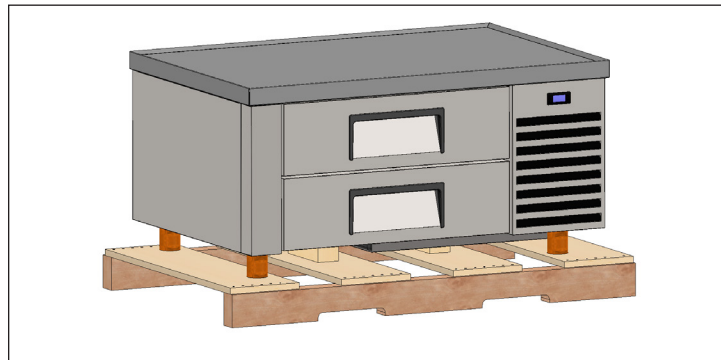

Рис. 1. Удаление внешней упаковки.
1. Удалите внешнюю упаковку (картон и воздушно-пузырьковую пленку или уголки из пенопласта, а также прозрачный пластик). См. рис. 1.